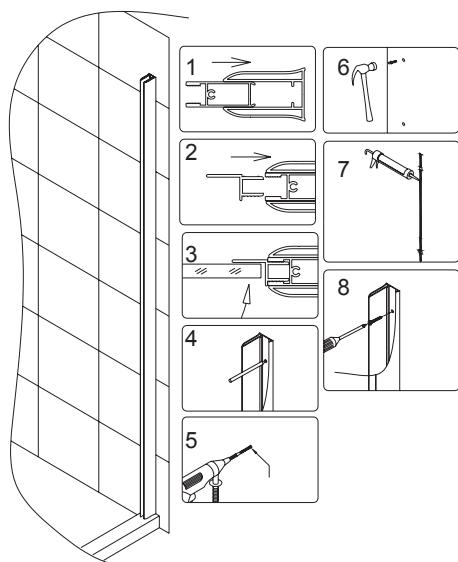
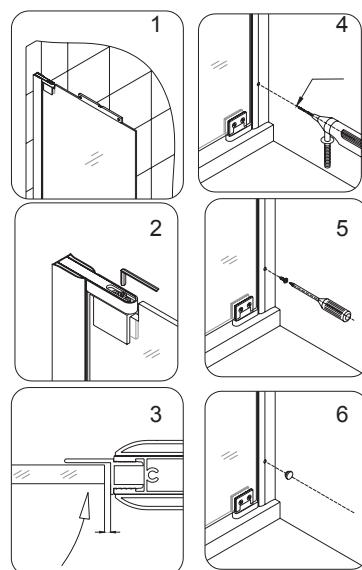

Рис. 7
Рис. 8
- Совместите профиль для стекла (4) с настенным профилем (5) и вставьте водоотталкивающую полосу (10) в паз профиля для стекла. Плотно закройте стеклянную дверь с водоотталкивающей полосой (рис. 7|3), чтобы найти нужную позицию в настенном профиле. (Вы можете вытащить профиль для стекла из настенного профиля, чтобы отрегулировать ширину). Отметьте положение настенного профиля на стене. См. рис. 7/1,2,3 для более подробной информации.
- Вытащите профиль для стекла с вставленной в него водоотталкивающей полосой из настенного профиля. Используйте предварительно просверленные отверстия в алюминиевом профиле, чтобы наметить отверстия для сверления. Далее просверлите отверстия в стене, и вставить анкера (12). Воспользуйтесь силиконовым герметиком для обработки контуров отверстий. Прикрепите настенный профиль (5) к стене
используя шурупы с плоской головкой ST4.2×30 (17). См. рис. 7 для более подробной информации.
9. Вставьте профиль для стекла (4) с водоотталкивающей полосой (10) в настенный профиль (5).
10. Если это необходимо, отрегулируйте ширину двери, потянув за стекло, профили (2) и (4). Выровняйте стеклянную дверь при помощи уровня и закрепите при помощи болта с шестигранным отверстием в головке M6×12 (18). Закройте стеклянную дверь, и убедитесь, что есть 1/16" - 1/8" разрыв между стеклянной дверью и водоотталкивающей полосой. См. рис. 8 для более подробной информации.
11. Просверлите отверстия в стеклянном профиле для стеклянной двери (2) через настенный профиль для стеклянной двери (1). Зафиксируйте настенный профиль для стеклянной двери (1) и стеклянный профиль для стеклянной двери (2) при помощи шурупа с плоской головкой ST4.2×16 (15). Головки шурупов закройте декоративными крышками (14). См. рис. 8 для более подробной информации.
наметить отверстия для сверления. Просверлите отверстия в стене и вставьте анкера (12). Воспользуйтесь силиконовым герметиком для обработки контуров отверстий. Прикрепите настенный профиль (5) к стене, используя шурупы с плоской головкой ST4.2×30 (17). См. рис. 7/4,5,6,7,8 для более подробной информации.
18. В настенный профиль (5) вставьте профиль для стекла (4) со стационарным стеклом и водоотталкивающей полосой (31).
19. Если это необходимо, отрегулируйте ширину вашей двери, потянув за профили (2) и (4). Отрегулируйте расположение стеклянной двери при помощи уровня и закрепите, используя болт с шестигранным отверстием в головке M6×12 (18). См. рис. 8/1,2 для более подробной информации.
20. Просверлите отверстия в стеклянном профиле для стеклянной двери (2) через настенный профиль для стеклянной двери (1). Зафиксируйте настенный профиль для стеклянной двери (1) и стеклянный профиль для стеклянной двери (2) при помощи шурупа с плоской головкой ST4.2×16 (15). Закройте головки шурупов декоративными крышками (14). См. рис. 8/4,5,6 для более подробной информации.